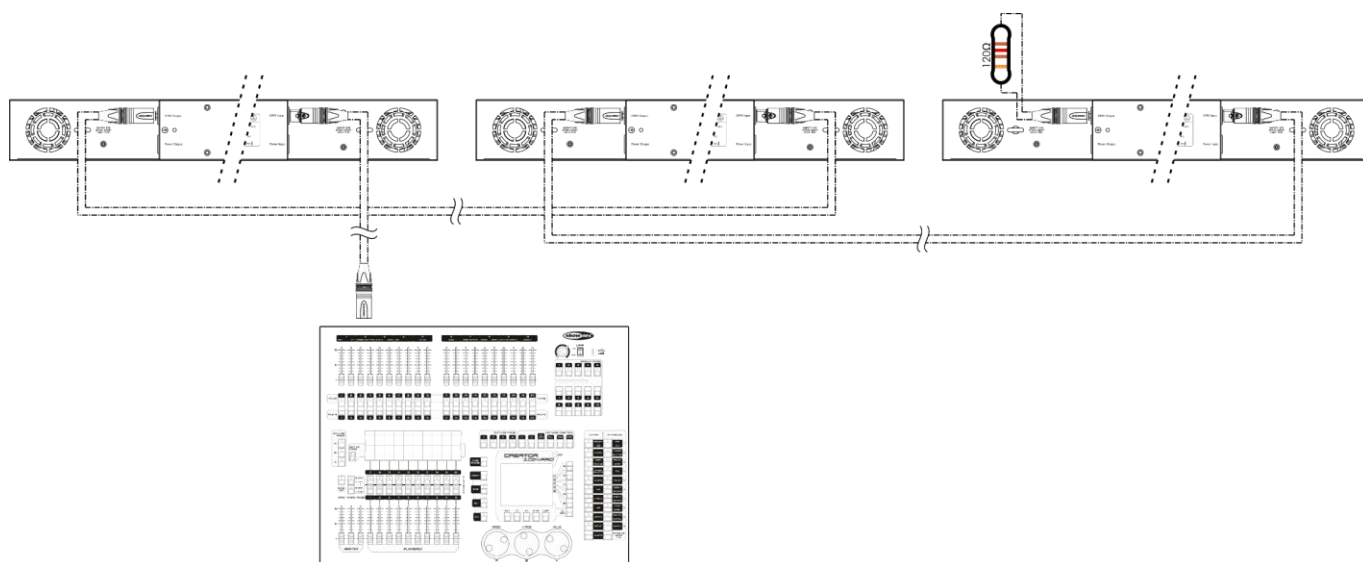

Fig. 04
- 04) Conecte las unidades entre ellas como se indica en la Fig. 04. Conecte un cable de señal DMX que vaya desde el conector DMX OUT (salida) de la primera unidad al conector DMX In (entrada) de la segunda unidad. Repita este proceso para conectar las unidades segunda, tercera y cuarta entre ellas.